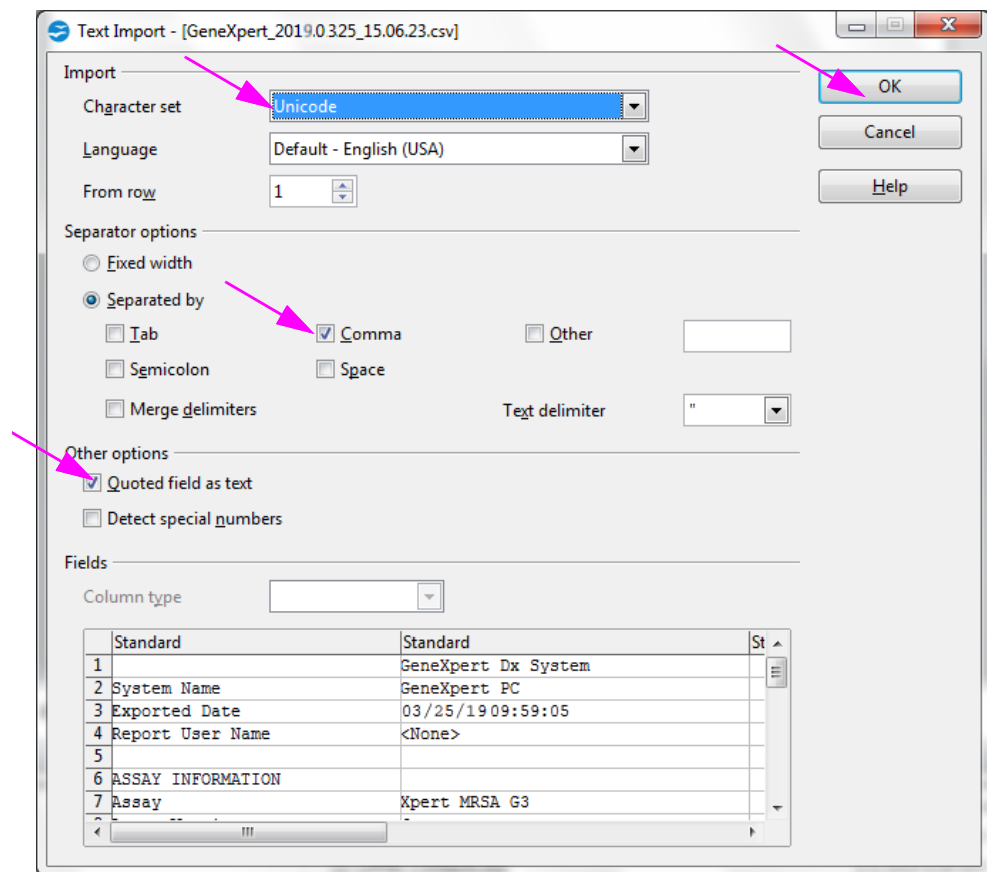

Figura 5-64. Schermata Text Import (Importazione testo) con le nuove impostazioni selezionate
4. Dopo aver aperto il file, fare clic nell'angolo in alto a sinistra del foglio di lavoro per evidenziare tutte le caselle, come mostrato nella Figura 5-64.